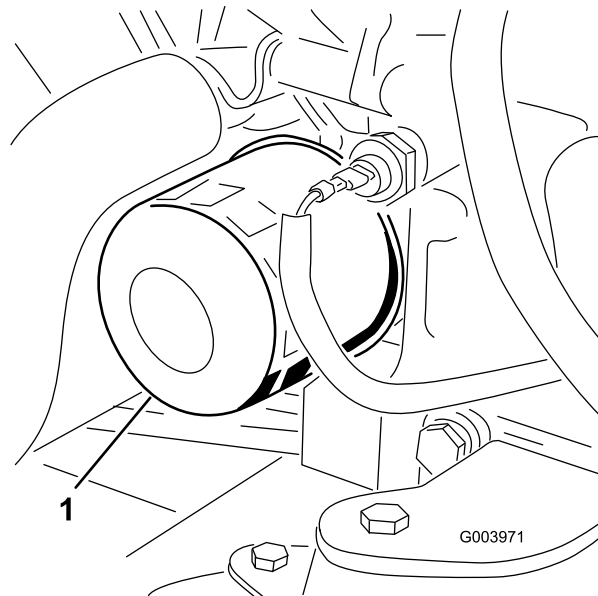

Рисунок 58
3. Снимите масляный фильтр (Рисунок 58).